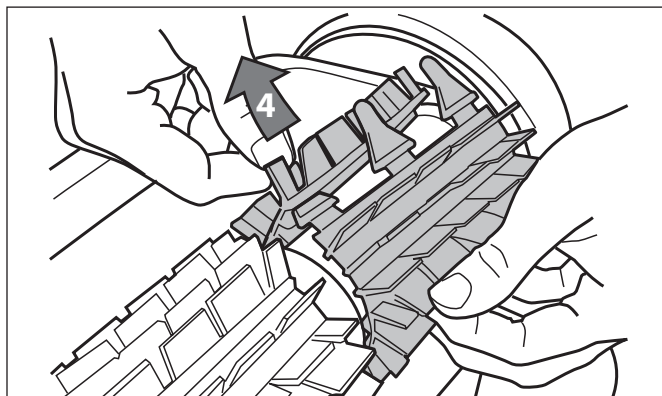

Figura 30. Jale la trabilla en la ranura
4. Enrosque cada trabilla en la ranura proveida y suavemente páselo hasta que el talón salga al otro lado de la ranura. Vea la Figura 30.